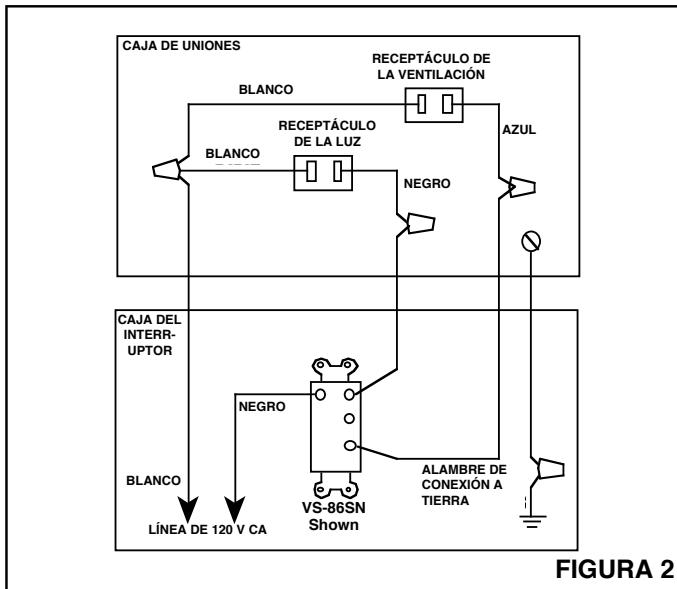

FIGURA 2
3. Refiérase a la figura 2. Conecte los cables blancos que están en la caja de uniones al cable blanco de alimentación eléctrica (neutro). Conecte el cable azul que está en la caja de uniones al cable de alimentación eléctrica que viene del interruptor de la ventilación. Conecte el cable negro que está en la caja de uniones al cable de alimentación eléctrica que viene del interruptor de la luz. Conecte el cable de tierra verde que está en la caja de uniones al suministro de tierra.
1. **Refiérase a la figura 2.** Coloque el reflector en la abertura que está en el centro de la rejilla. Las clavijas que están a cada lado de la abertura deben calzar dentro de las ranuras del reflector. Enchufe la lámpara en el receptáculo que está en el compartimiento del cableado.